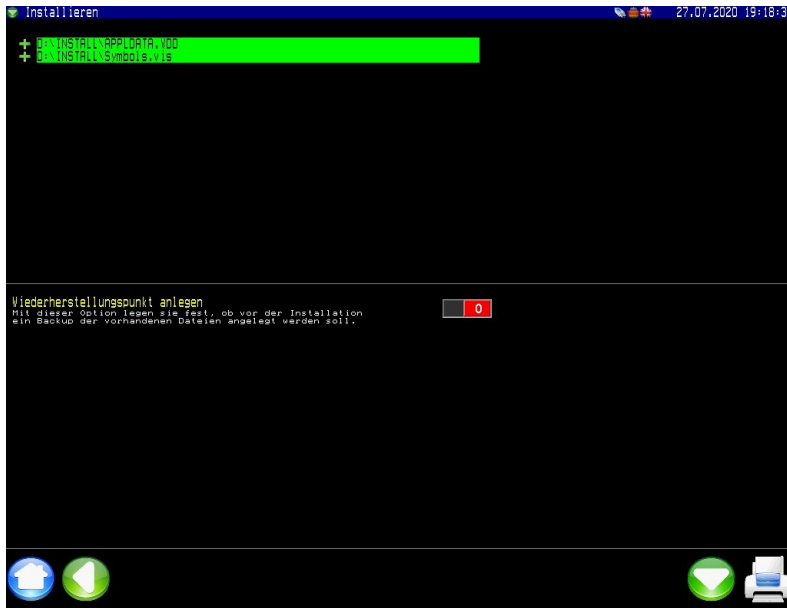

Abb. 4.16: Bedienbildschirm „Installieren“
In der „HW Konfig“ wird über den Pfad, Abb. 4.16, „Profinet IO/ Weitere Feldgeräte/HMI/Resotec-HMI/REDIS...“ das Bediengerät an den Profinet I/O Strang eingebunden und in der Katalogstruktur angezeigt (siehe Abb. 4.16, (1)).